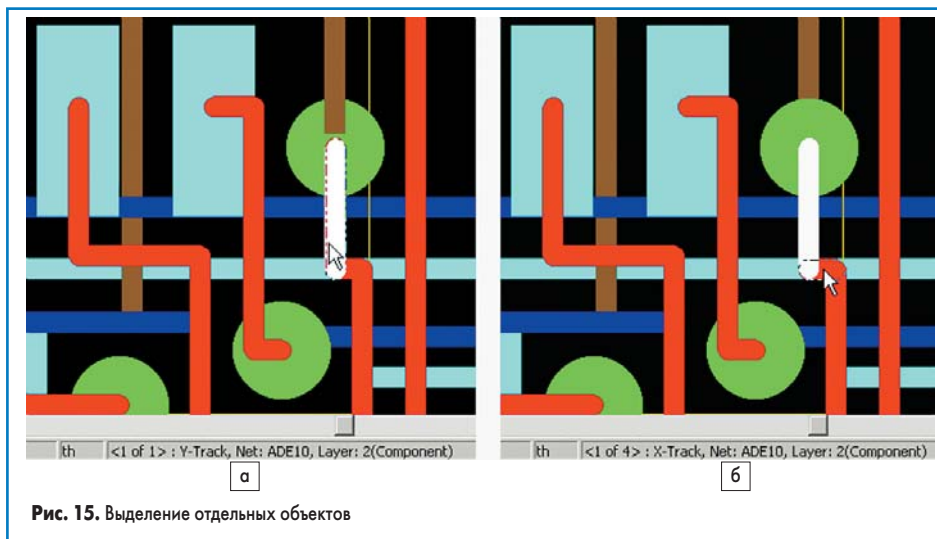

Рис. 15. Выделение отдельных объектов
3. Наведем указатель мыши на один из сегментов цепи, как показано на рис. 15а, и выполним щелчок левой кнопкой мыши.
4. Сдвинем указатель мыши немного в сторону, как показано на рис. 15б, чтобы под ним оказалось сразу несколько объектов. Обратите внимание, что в нижней части экрана в строке состояния появилась надпись <1 of 4> : X-Track, Net: ADE10, Layer: 2 (Component), означающая, что в данный момент под указателем мыши находятся четыре разных объекта, а к выбору готов первый из них — сегмент цепи ADE10, расположенный на верхнем слое Component.